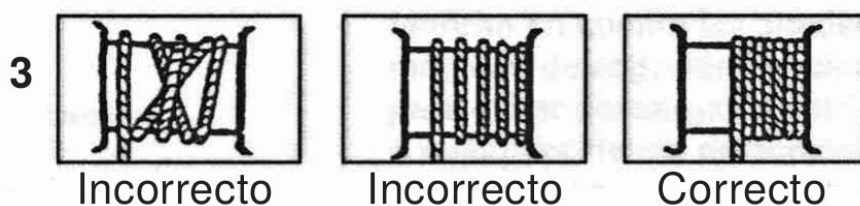

FIG. 3 — Enroulement du câble : incorrect / incorrect / correct
- 17) Le câble doit être enroulé comme indiqué à la Fig. 3.